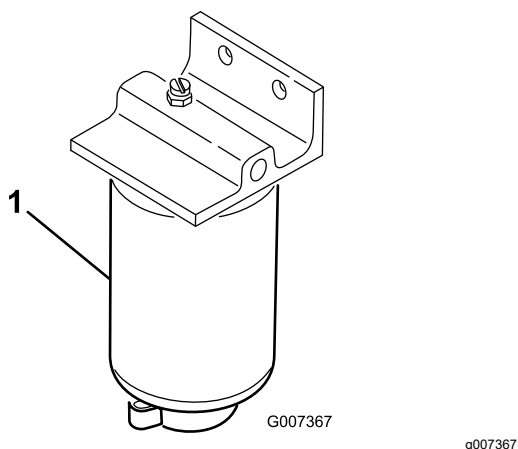

図 38
1. 燃料フィルタの下に汚れのない容器をおく図 38。
2. フィルタの取り付け部周辺をウェスできれいにぬぐう図 38。